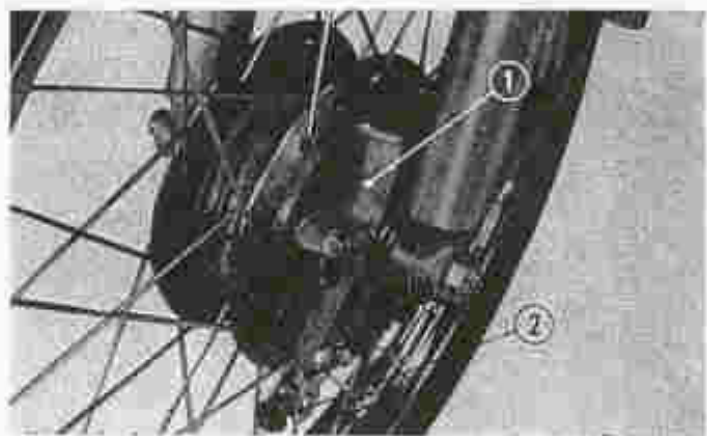

Fig. 73. Afstellen van voorremkabel
- 5) Plaats de remankerplaat compleet in het wiel en plaats het wiel in de vork en monteer de vooras. (Fig. 73)